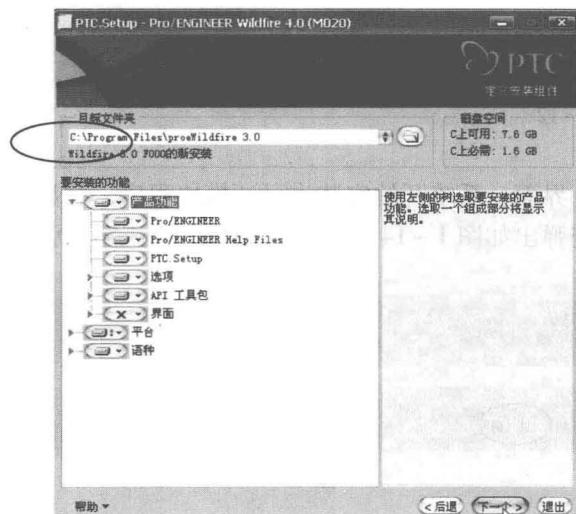

图 1-17
(11) 返回图 1-9 界面，单击图中【Pro/ENGINEER】项，出现图 1-17 对话框，可选择安装目录及要安装的功能；